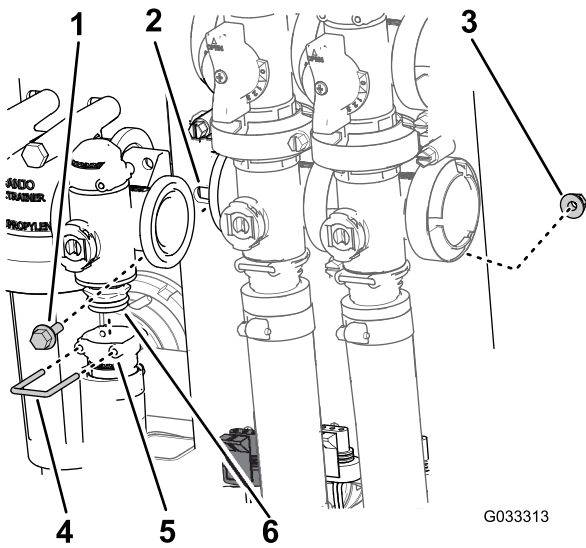

Figure 68
2. Retirez l'étrier qui fixe le raccord de sortie au collecteur du régulateur de débit (Figure 68).
- Retirez les 2 boulons à embase et les 2 contre-écrous à embase qui fixent le régulateur de débit au support, puis déposez le collecteur de la machine (Figure 68).